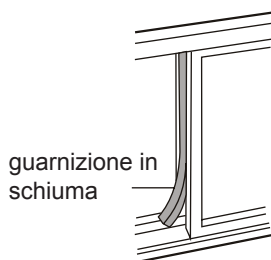

Fig.15
6. Tagliare la guarnizione in schiuma ad una lunghezza appropriata e sigillare l'apertura tra le due parti della finestra come indicato in Fig.15.